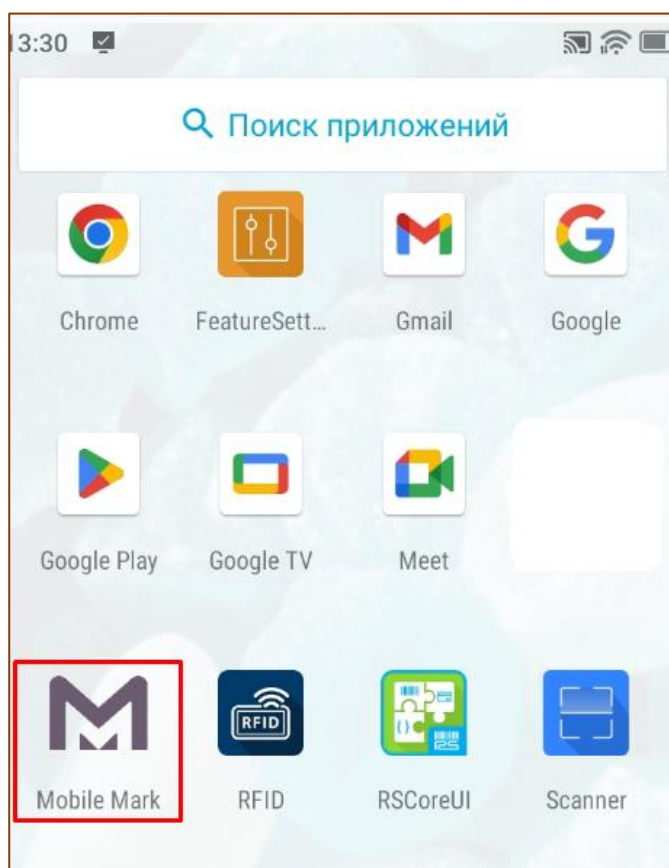

Рис. 5.1 – Настройка подключения
2. Установить мобильное приложение Mobile Mark на терминал сбора данных (ТСД) (<https://mark-solutions.ru/mobile-mark/>) (Рис. 5.1) и выполнить настройку. Настройка может быть произведена непосредственно в Total Mark или в Mobile Mark.